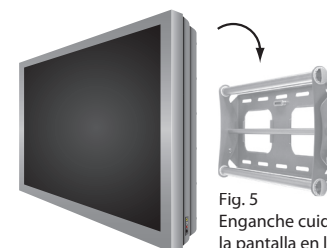

Fig. 5 Enganche cuidadosamente la pantalla en la placa de pared.
1. Con la ayuda de otra persona, levante cuidadosamente la pantalla y colóquela en la placa de pared (Fig. 5). ¡No suelte la pantalla hasta que los brazos de montaje hayan enganchado completamente en los travesaños!